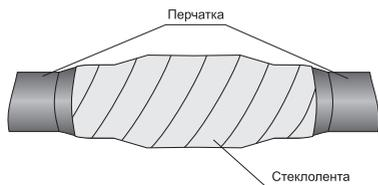

Рисунок 16.
4.29 Выполнить стягивающую намотку на жилы кабелей стеклолентой с 50 %-ным перекрытием на соединение кабелей, закрыв полностью пластины уплотняющего состава, при одновременном сжатии жил друг с другом (рисунок 16).